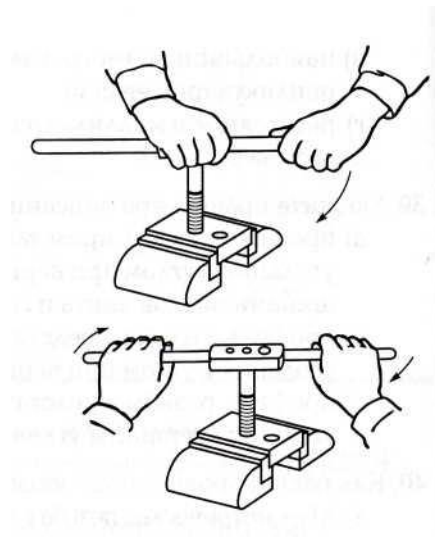

Рис.1.11
**28. Укажите, какая слесарная операция представлена на рис. 1.11:**